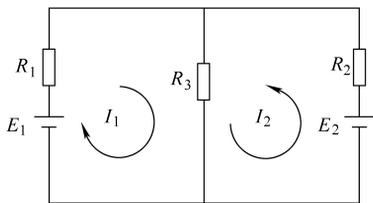

图 3-1
1. 如图 3-1 所示, $E_1 = 18\text{V}$, $E_2 = 9\text{V}$, $R_1 = R_2 = 1\Omega$, $R_3 = 4\Omega$, 试求通过 R_1 和 R_2 的电流。